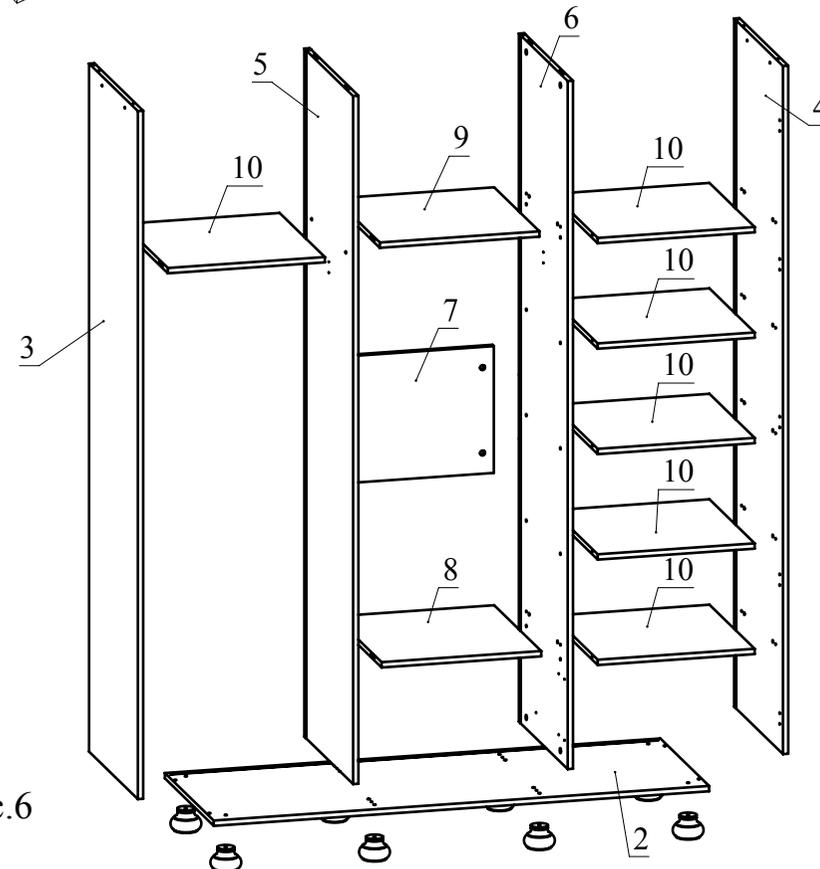

Рис.6
6. Соединить при помощи конфирматов детали 10 (5 шт.) с деталью 6. Установить деталь 4 на детали 10 (5 шт.) и зафиксировать, повернув конфирматным ключом головки минификсов по часовой стрелке до упора (Рис. 6).
7. Соединить при помощи конфирматов деталь 10 (1 шт.) с деталью 5. Установить деталь 3 на деталь 10 (1 шт.) и зафиксировать, повернув конфирматным ключом головки минификсов по часовой стрелке до упора (Рис. 6).
8. Установить детали 7, 8, 9 между деталями 5 и 6 и зафиксировать, повернув конфирматным ключом головки минификсов по часовой стрелке до упора (Рис. 6).
9. С помощью конфирматов прикрутить опоры на деталь 2. Установить детали 5, 6 на деталь 2 и зафиксировать, повернув конфирматным ключом головки минификсов по часовой стрелке до упора. Соединить при помощи конфирматов детали 3, 4 с деталью 2 (Рис. 6).